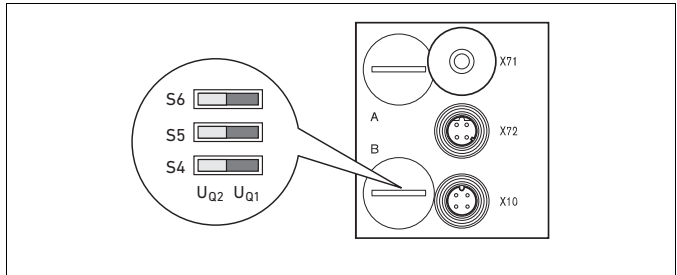

Fig. 6 : Commutateurs S4, S5, S6 destinés à l'affectation des tensions d'alimentation des distributeurs (U_{Q1} , U_{Q2})
Les commutateurs S4, S5 et S6 destinés à l'affectation de l'alimentation des distributeurs se trouvent sous le vissage **B** (voir fig. 6). A chaque commutateur sont affectées :
1. Ouvrir le capuchon fileté inférieur **B** (voir fig. 6 à la page 96).
2. A l'aide des commutateurs S4, S5 et S6, attribuer à chaque groupe de distributeurs une des deux tensions d'alimentation U_{Q1} ou U_{Q2} (voir fig. 6 et tableau 14 à la page 96).